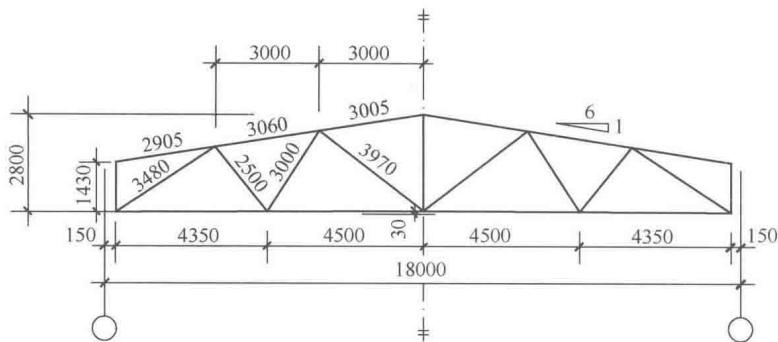

图 1-3 对称桁架几何尺寸标注方法
- 5) 桁架式结构的几何尺寸图可用单线图表示。杆件的轴线长度尺寸应标注在构件的上方（图 1-3）。